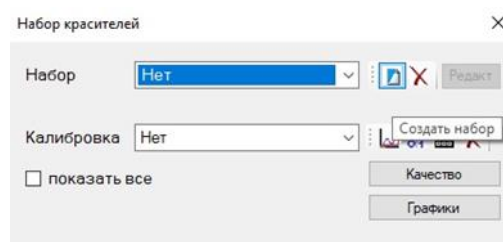

Рисунок 2
3. В открывшемся окне нажать на иконку «Создать набор» (рисунок 2).